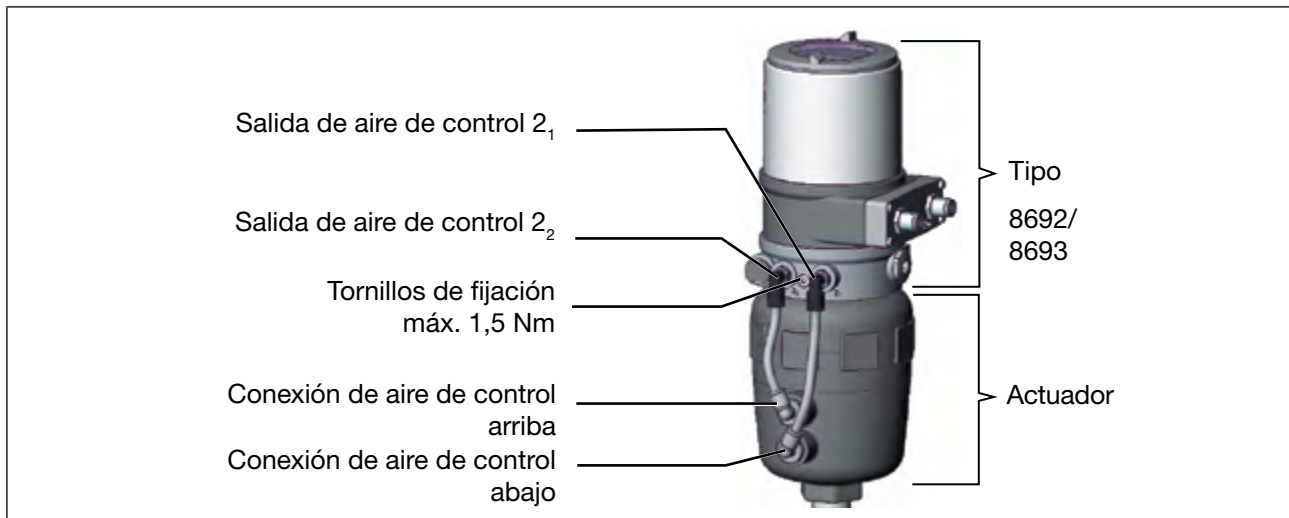

Imagen 20: Montaje del Tipo 8692, 8693 en válvulas de proceso de las series 26xx y 27xx
Al hacerlo, asegúrese de que las conexiones neumáticas del Tipo 8692, 8693 y del actuador estén preferiblemente superpuestas verticalmente (consulte Imagen 20).
- Fije el Tipo 8692/8693 al actuador mediante los dos tornillos de fijación laterales (consulte Imagen 20). Para ello, apriete los tornillos de forma suave (par máximo de giro: 1,5 Nm).